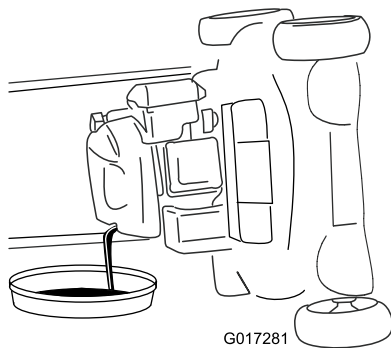

**Figure 29**
3. Tournez le bouchon dans le sens antihoraire et sortez la jauge (Figure 29).
10. Vérifiez le niveau d'huile indiqué par la jauge (Figure 29).